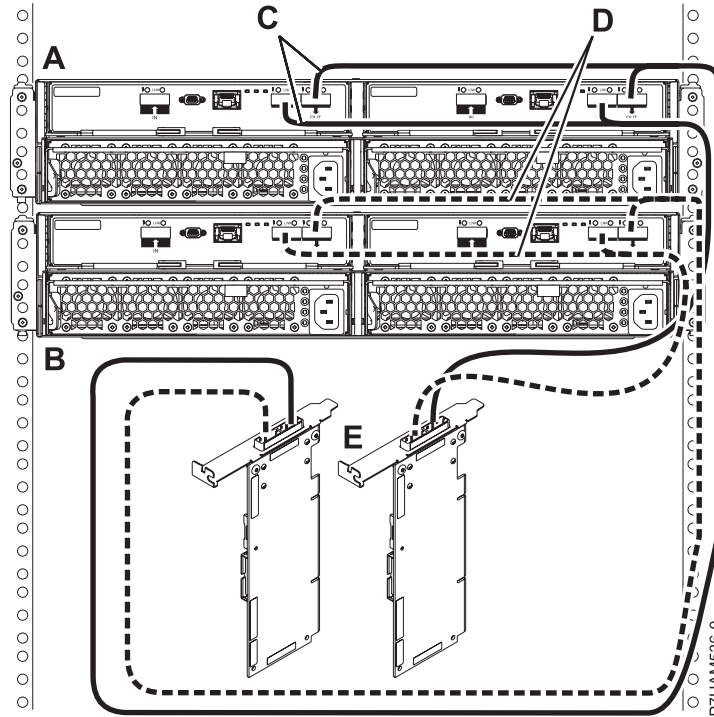

Figure 38. Mode 1 de connexion de deux boîtiers d'unité de disque 58/87 via des câbles YO à une paire d'adaptateurs SAS
11. Effectuez la connexion de mode 1 de deux boîtiers d'unité de disque 58/87 (A et B) via des câbles YO (C et D) vers une paire d'adaptateurs SAS (E), comme illustré dans la figure 38, à la page 73.